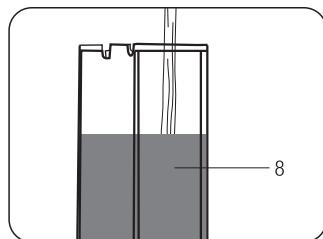

Abb.2
- Den Behälter mit maximal 1 Liter frischem Wasser füllen. (**Abb.2**)